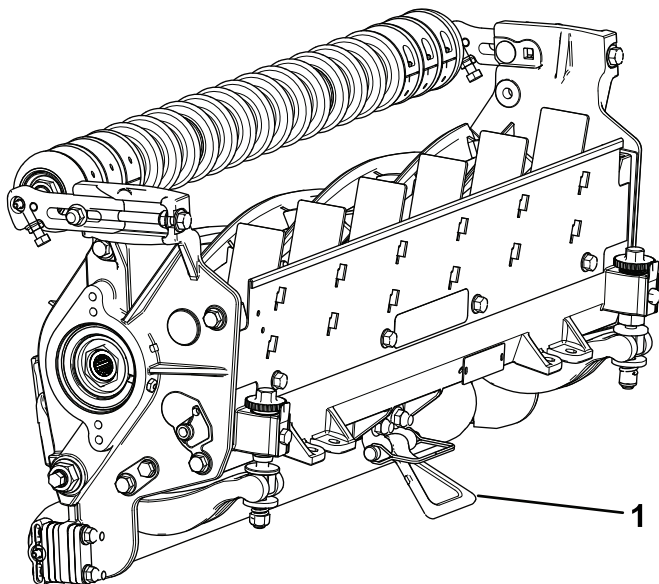

Figure 11
**Important:** Vérifiez que les écrous à l'arrière des vis de réglage de la barre d'appui ne reposent pas sur la surface de travail ; utilisez la béquille (Figure 11).